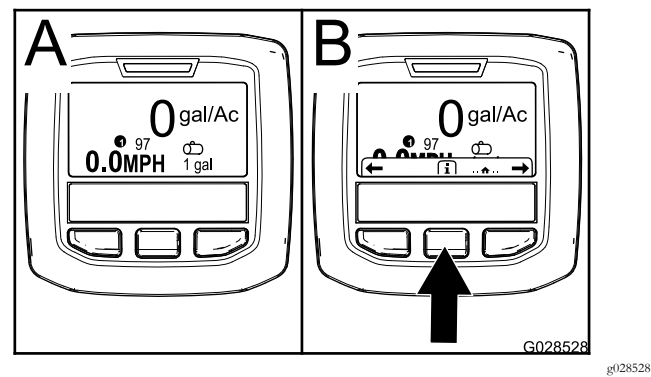

图4
2. 大约 15 秒钟后主屏幕将显示按中间选择按钮显示信息内容 图4。